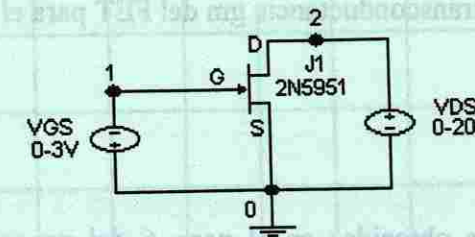

Figura 2. Circuito para obtener las curvas características del FET.
- 1.- Crear el archivo EXP09.CIR con la descripción del circuito de la figura 2.